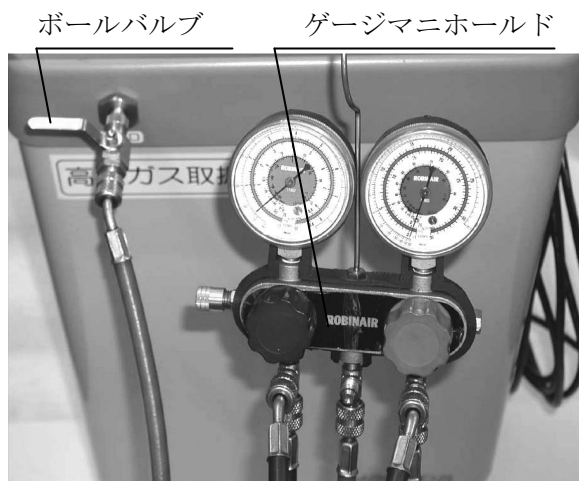

Fig 2.2
- 3) 回収口にボールバルブ、ゲージマニホルドの順で接続してください。(Fig2.2)